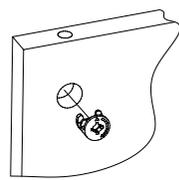

Рис.2
2. Вставить головки минификсов в соответствующие плоскостные отверстия дна 2, полки 5, царги 6 (Рис. 2).